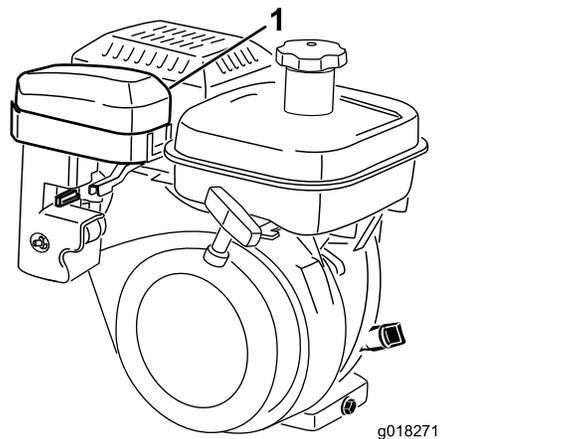
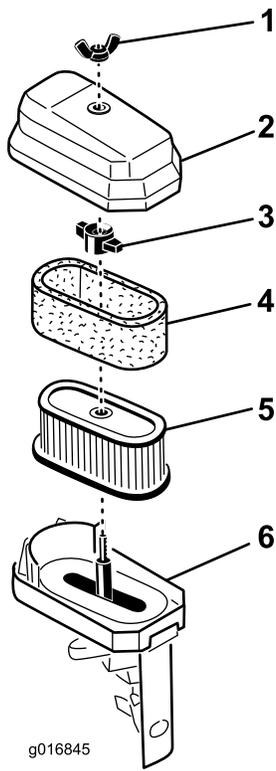

图36
图37
3. 清洁盖子图36和图37。
4. 如果泡沫滤芯变脏请将其从纸质滤芯中取出图37。按照以下方式清洁。